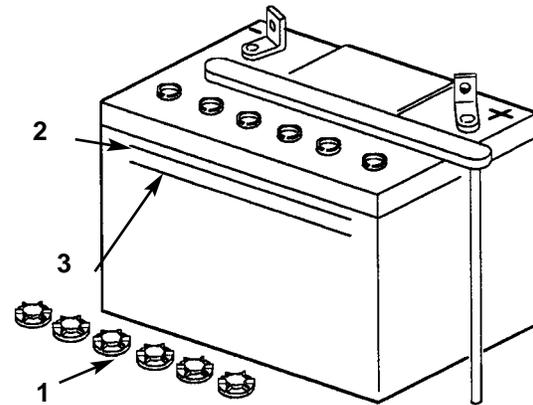

Bild 23
- Die Seite der Batterie betrachten. Der Säurestand muß die obere Linie erreichen (Bild 23). Den Säurestand nicht unter die untere Linie fallen lassen (Bild 23).
- Die Zellendeckel abschrauben (Bild 23).
- Langsam destilliertes Wasser in jede Zelle gießen, bis der Flüssigkeitsstand die OBERE Linie am Batteriegehäuse erreicht (Bild 23).